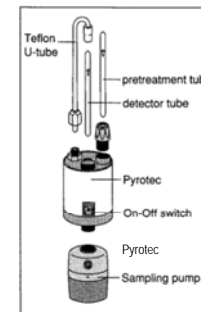

fig. 1
- Insérez le tube de façon sécurisée dans le système pyrolyseur Pyrotec de Gastec avec la flèche (G) du tube dirigée vers le système pyrolyseur Pyrotec de Gastec (fig.1).